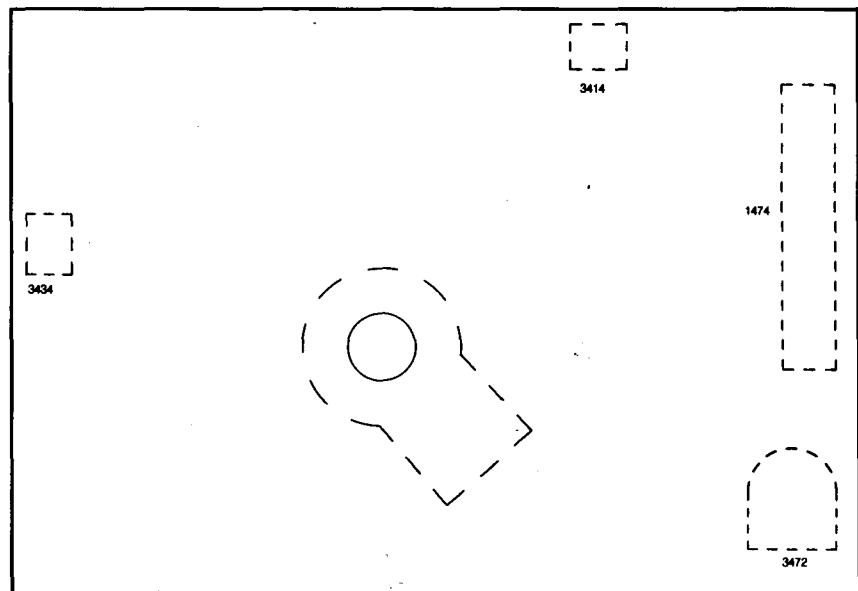

Fig. 5
C. EINSTELLUNGEN AN DER BILDRÖHRENPLATTE (BILD 5)